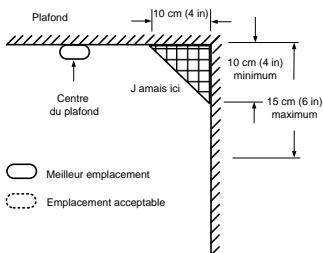

Figure 3 : recommandations pour installer les détecteurs de fumée et de chaleur de façon optimale
- Installez les détecteurs de fumée et de chaleur le plus près possible du centre du plafond. Si vous n'y parvenez pas, installez le détecteur à plus de 30 cm des murs ou des angles (*reportez-vous à la Figure 3*).
et nationales autorisent l'installation murale des détecteurs, installez-les sur des murs à une distance de 30 cm à 50 cm du plafond (*reportez-vous à la Figure 3*).
- Dans les endroits où l'air est statique, notamment sous des toits pointus ou dans des angles entre les murs et le plafond. L'air statique peut empêcher la fumée d'atteindre le détecteur (*reportez-vous à la Figure 3 et à la Figure 4 pour connaître les emplacements d'installation recommandés*).